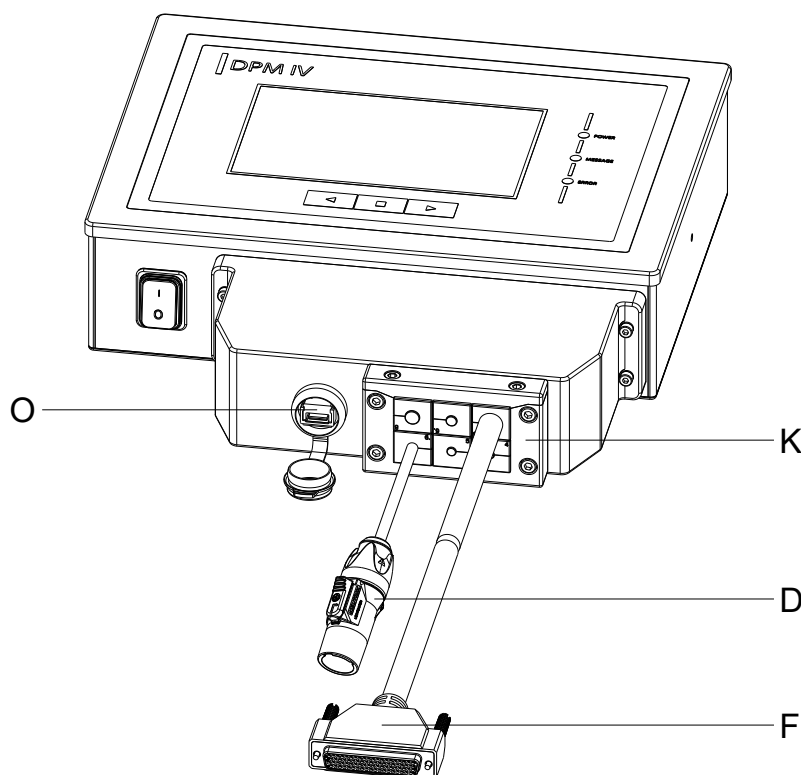

Figura 19
1. Retire sucesivamente los cuatro tornillos (C) del reverso de la unidad de control (A), deslice los anillos de obturación (B) y vuelva a enroscar los tornillos (C).
2. Conecte los cables de conexión de la mecánica de impresión/unidad de control (F) a la unidad de control (A).
3. En caso necesario conecte un cable de conexión para entradas/salidas externas a la hembrilla adecuada de la unidad de control (A).
4. En caso necesario conecte un cable Ethernet o de datos USB a la unidad de control (A).
5. Enchufe el cable de datos USB (E) sobre el lado interior de la cubierta de protección (G) en la hembrilla USB.
6. Primero conduzca el extremo abierto del cable de conexión de la mecánica de impresión/unidad de control (F) a través de la abertura de la cubierta de protección (G). Para ello se debe volcar el conector hacia un lado. A continuación, conduzca el conductor de red (D) y en caso necesario el cable de datos USB y de E/S a través de la abertura de la cubierta de protección (G).
7. Conduzca la cubierta de protección (G) en dirección de la unidad de control (A) hasta que el cable de datos USB (E) se pueda conectar a la unidad de control (A).
8. Atornille la cubierta de protección (G) con los cuatro tornillos (I) y anillos de obturación (H) a la unidad de control (A).
9. Quite la parte superior de la regleta de introducción de cable (K) tras retirar ambos tornillos (J).
10. Extraiga los manguitos para cable adecuados para los correspondientes cables de conexión (M) de la regleta de introducción de cables (K) y cercarlos dos hasta tres centímetros antes de la cubierta de protección (G).
11. Ubique la regleta de introducción de cable (K) delante de la cubierta de protección e insertar los manguitos de cable (M) con los cables de conexión en las ranuras. El cable de la mecánica de impresión/unidad de control (F) debe ser ubicado de acuerdo con el esquema (Figura 19) a la derecha arriba y el conductor de red (D) debe ser ubicado abajo a la izquierda.